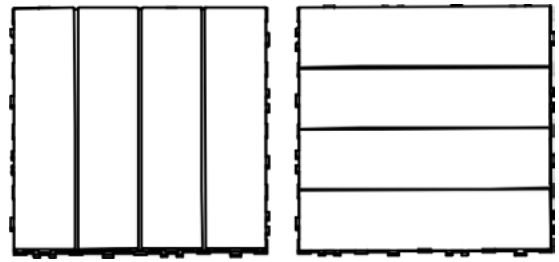
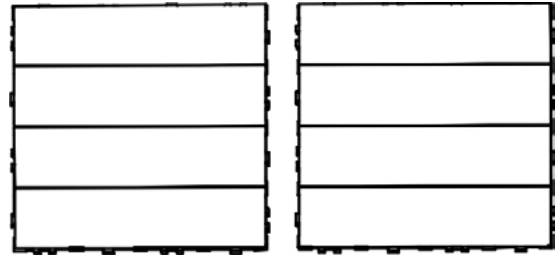

图 3
图 4
- 2 接下来，安装第 2 块地板搭扣拼好。您可以根据个人喜好采用竖铺（如图 3 所示）或横铺（如图 4 所示）做出相应变化。